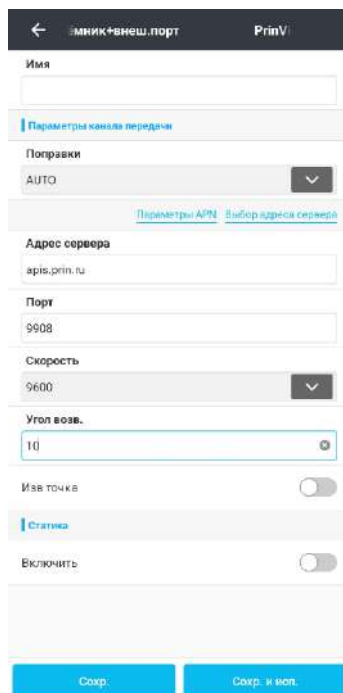

Рисунок 5.2.55
- **Угол возвышения** (маску по углу) (Рисунок 5.2.55).